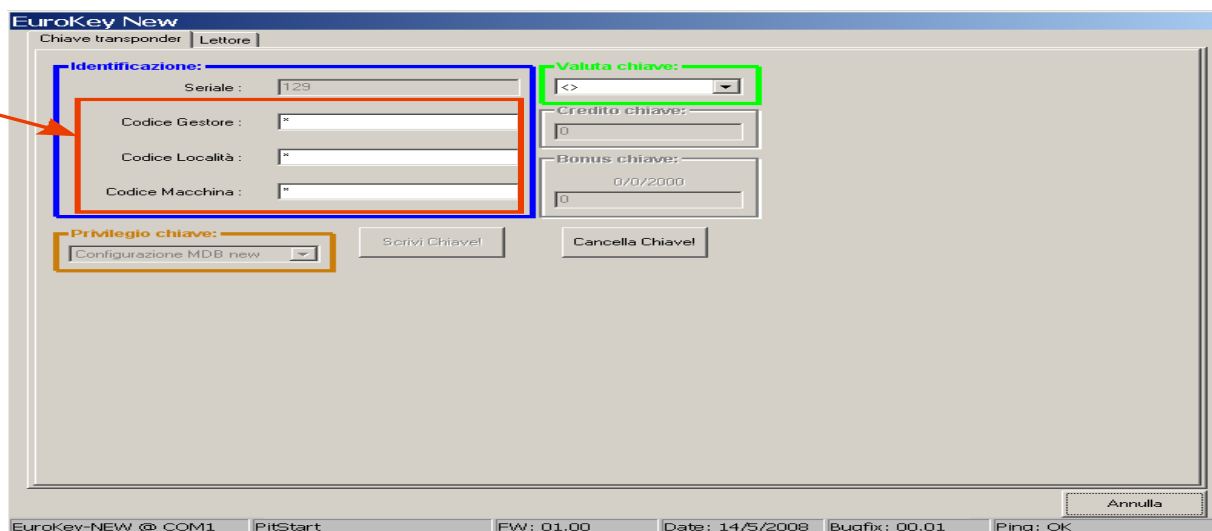

Fig. 43
2. Scegliere il codice 0 (zero) in ciascun campo “Gestore” (Gestionale), “Locazione” e “Macchina” affinché tale chiave sia compatibile con il macchinario vergine (fig. 43).